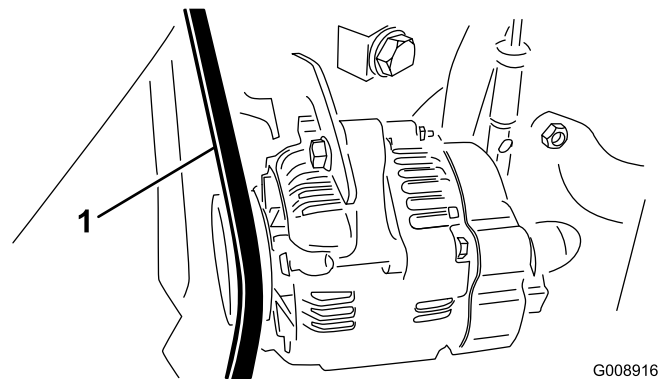

Figura 72
2. Verificate la tensione premendo sulla cinghia dell'alternatore/ventola, nel punto intermedio tra l'alternatore e le pulegge dell'albero a gomito con una forza di 30 N m (Figura 72).